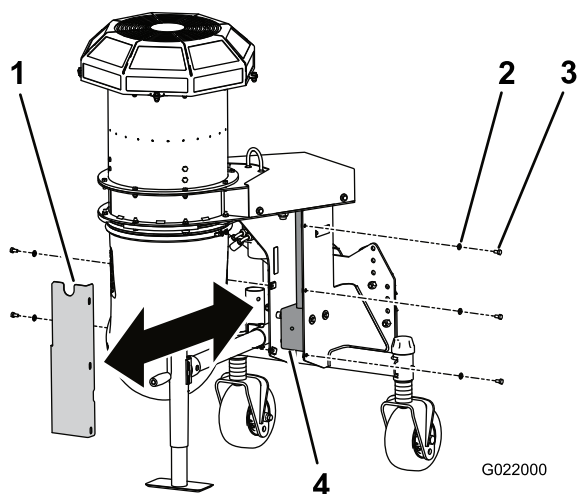

図 23
2. ギアケースのカバーをブローに固定しているボルト5本とワッシャを外す 図 23。
3. カバーを外すと、ブローのギアケースがある 図 23。